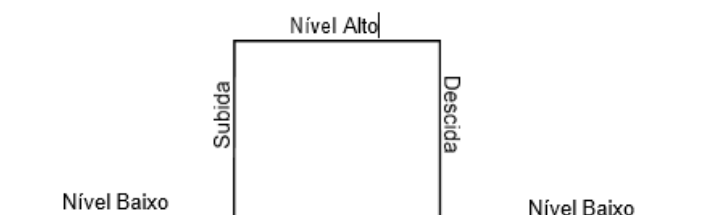

Figura 24: Sinal de um pulso
No item 4 da figura 24, você poderá definir tipo de sinal recebido do laço indutivo para disparo de captura. Segue abaixo figura sobre um pulso de disparo chegado pelo laço indutivo.